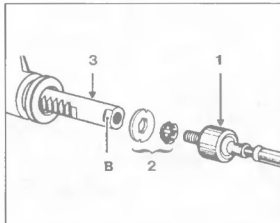

Рис. 7.2
**Внимание!** Детали 2 (рис. 7.2) подлежат периодической замене.